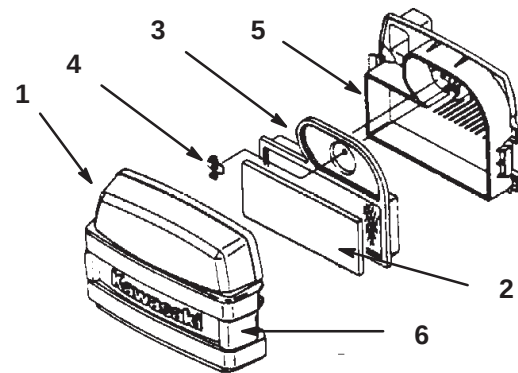

Figure 35
2. Nettoyez la surface autour du filtre à air pour éviter que des impuretés s'introduisent dans le moteur et l'endommagent. Dégagez les deux fixations latérales et déposez le couvercle du filtre à air (Fig. 35).
3. Sortez délicatement l'élément en mousse de l'élément en papier (Fig. 35).
4. Dévissez l'écrou à oreilles et retirez l'élément en papier (Fig. 35).